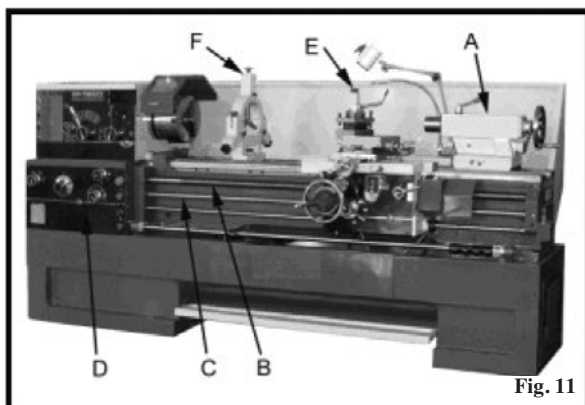

Fig. 11
**Dubbdocka.** Dubbdockan (A, fig. 11) löper på en v-formad prisma och kan låsas i valfritt läge med låsreglaget. Dubbdockan har ett extra kraftigt dubbrör med morsekona nr 4, eller morsekona nr 5 (18"-modeller).
**Ledarskruv och matarspindel.** Ledarskraven (B, fig. 11) och matarspindel (C, Fig. 11) är monterade på arbetsbänkens framsida. De är anslutna till växellådan på vänster sida och är säkrade med lager på båda sidorna. Båda är utrustade med säkerhetsstift.
**Matningsväxellåda.** Växellådan (D, fig. 11) är tillverkad av högkvalitativt gjutjärn och monterad på vänster sida av arbetsbänken.
**Stöddocka.** Stöddockan (F, fig. 11) används för att avlasta axlar på dubbdockans öppna ände. Stöddockan är monterad på arbetsbänken och säkrad underifrån med en skruv, en mutter och en låsbricka. De förskjutbara medbringarna kräver kontinuerlig smörjning vid kontaktytorna mot arbetsstycket för att skydda dem mot onödigt slitage.
Löpdockan (E, fig. 11) är monterad på släden och följer svarvstålets rörelser. Endast två medbringare krävs eftersom skarvstålet sitter på tredje positionen. Löpdockan används vid arbeten på långa, smala arbetsstycken. Det skyddar arbetsstycket från att böja sig under trycket från skärverktyget. Medbringarna säkras på liknande sätt som stöddockan, utan spel, men inte bindande. Smörj alltid ordentligt med blybaserat fett under arbetet.